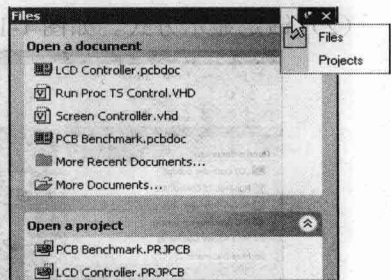

图1-20 打开其他工作窗口面板
- ❖ : 显示其他的工作窗口面板，单击该图标后，会出现一个下拉菜单，如图 1-20 所示，从菜单中选取需要显示的工作窗口面板。选择【Projects】后，则会显示【Projects】面板。